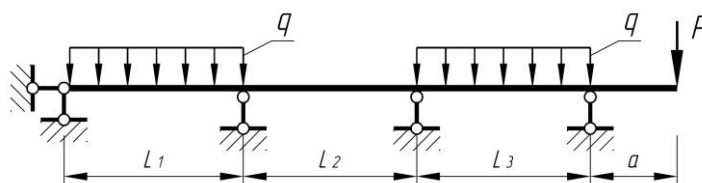

Рис. 6
**Задание:** Для неразрезной балки рис.6 требуется определить опорные реакции, построить эпюры изгибающих моментов и поперечных сил.